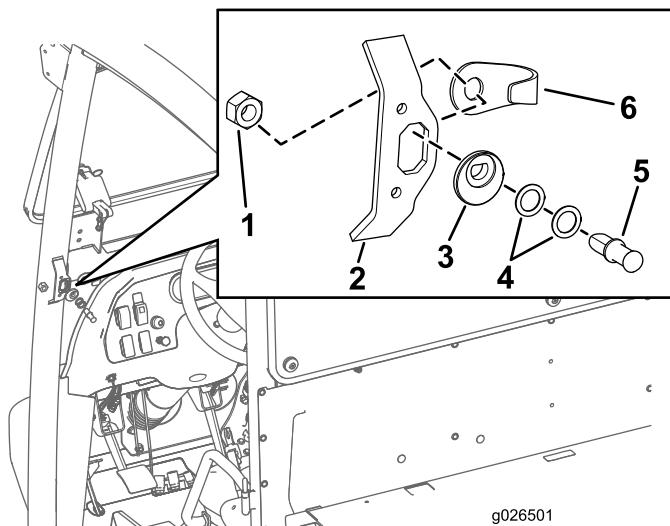

Figure 5
- Placez la goupille de verrouillage devant l'ouverture de la gâche, à la position indiquée à la Figure 5.
- Insérez la goupille de verrouillage (sans les rondelles pour commencer) dans la came correspondante (Figure 5).
- Alignez la protection de la goupille et l'écrou hexagonal (7/16 po) sur l'arrière de l'ouverture de la gâche (Figure 5).
- Serrez l'écrou hexagonal (7/16 po) à la main sur la goupille de verrouillage (Figure 5).